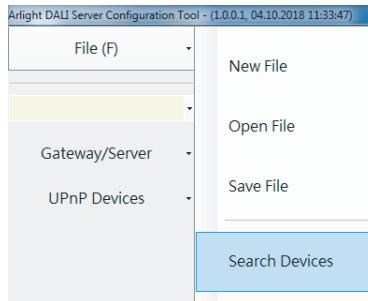

Рис. 2.
- После запуска программы в верхней строке нажмите File -> Search Devices (Рис. 2). Будет произведен поиск всех логических контроллеров в Вашей сети.